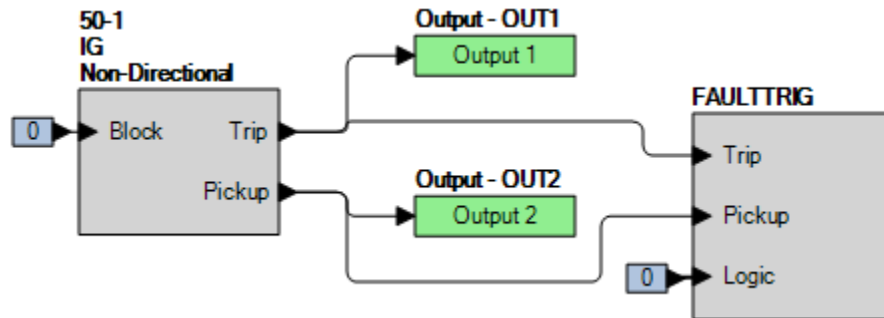

Figura 63-4. Ajustes de BESTlogicPlus (Modo IG)
Paso 2: Utilice BESTCOMSPi+ para configurar la Lógica programable de BESTLogicPi+, como se muestra en la Figura 63-4.
Paso 4: Prepárese para monitorear la operación de la función 50-1. El funcionamiento se puede verificar monitoreando OUT2 (consulte la Figura 63-4).
Paso 5: Conecte una fuente de corriente a los terminales D7 y D8 (IG).